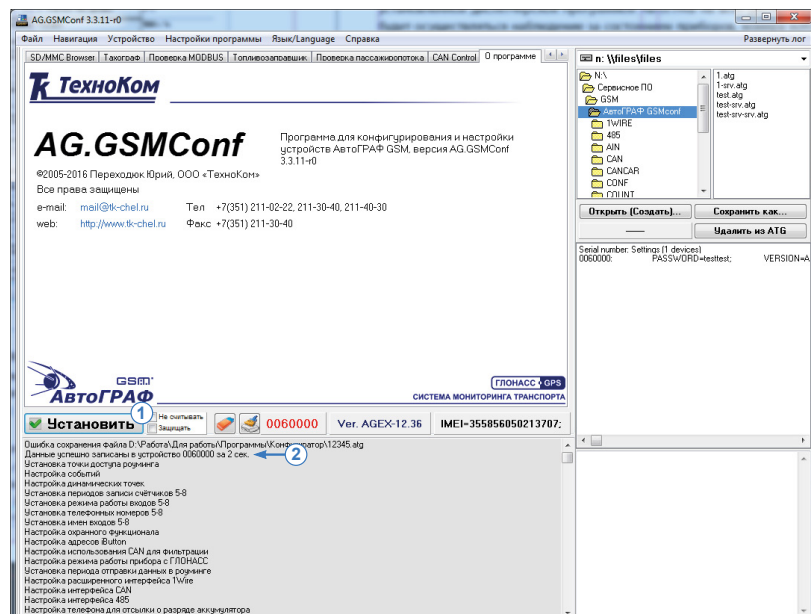

Рис.90. Запись настроек в прибор.
1. Кнопка «Установить» – кнопка позволяет записать настройки в подключенный прибор. При успешной записи настроек высветится значок  и появится строка об успешной записи в окне состояния (Рис.90, п.2).